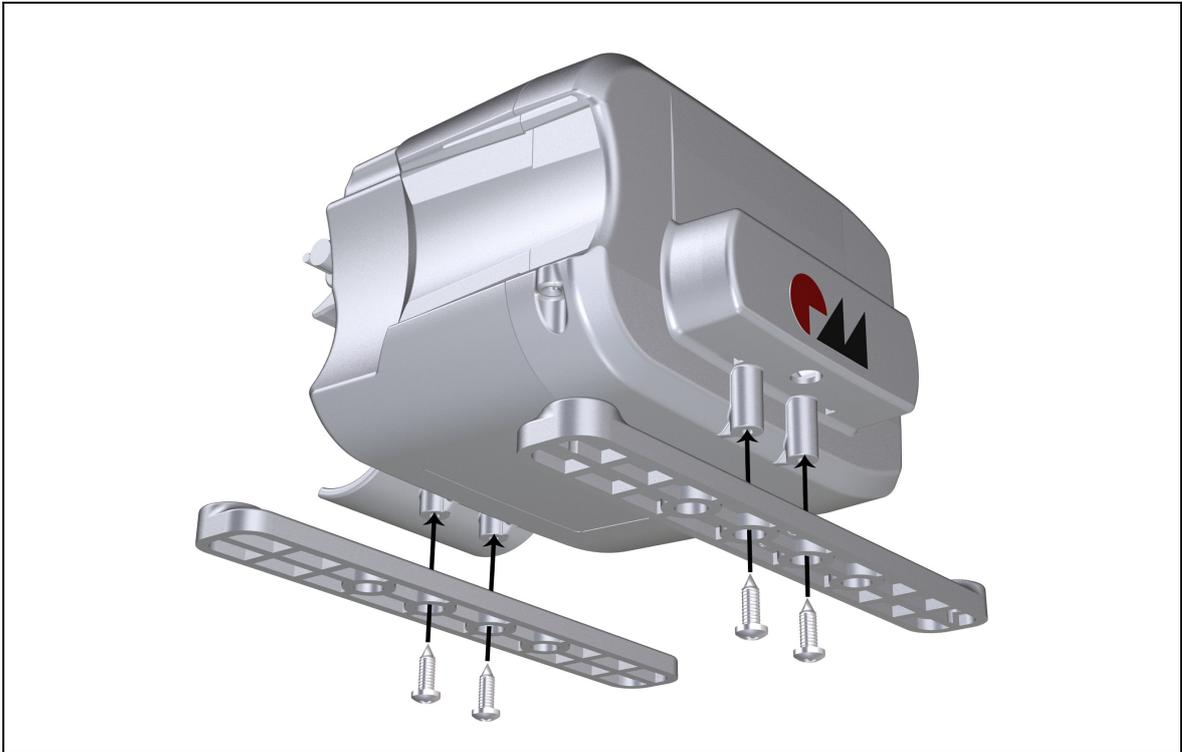

Abbildung 11 Montage des Adapters an die Steuerung MC10
- 1 Montieren Sie den optionalen Adapter mit vier Schrauben (nach DIN 7981 mit  $\varnothing$  3,9 mm und 13 mm Länge) an die Steuerung, wie in Abbildung 11 dargestellt.